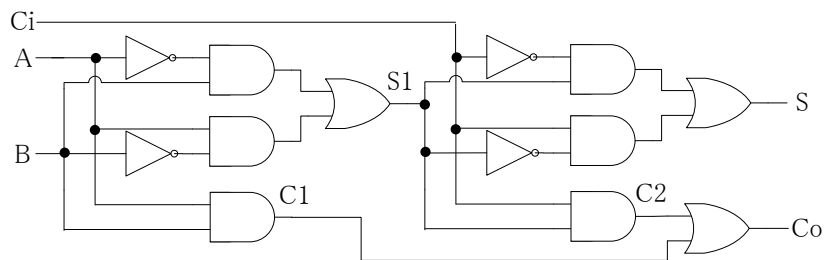
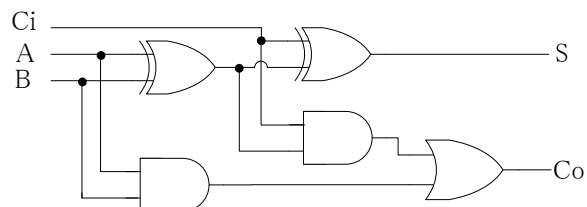

図6-3 全加算器
図6-4 EX-ORを用いた全加算器
- (1) 図6-3のように配線する。
- (2) 動作を確認して、結果を表6-4の真理値表に記録する。
- (3) 半加算器と同様に、図6-4のようにEX-ORに置き換えて同様の実習を行う。